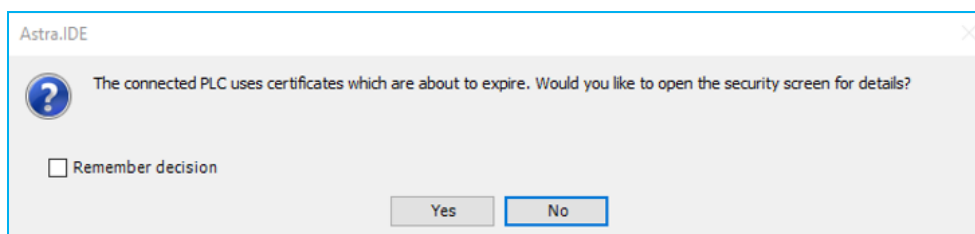

Рисунок 168 – Информационное окно об истечении срока действия сертификата
Предусмотрена возможность зашифрованного соединения с контроллером. Для установки зашифрованного соединения будет использоваться сформированный на контроллере сертификат. Установленный сертификат контроллера действителен всего 30 дней и при попытке подключения к ПЛК, каждый раз будет открываться информационное окно об использовании сертификата, срок действия которого скоро истечет (Рисунок 168).
- нажмите на кнопку **Yes** (Рисунок 168) и откроется окно **Безопасность**. Также в раздел **Безопасность** можно попасть через основное меню **Вид** ⇒ **Безопасность**. На вкладке